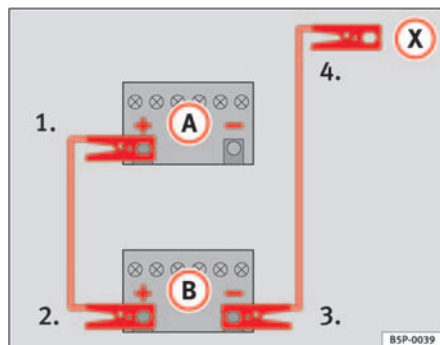

Abb. 198 Schema für das Anklemmen der Starthilfekabel
In der ⇒ Abb. 198 ist (A) die entladene Batterie und (B) die stromgebende Batterie.
- 1. Klemmen Sie ein Ende des roten Starthilfekabels an den Pluspol ⇒ Abb. 198 (+) des Fahrzeugs mit der entladene Batterie ⇒ !.
- 4. Klemmen Sie das andere Ende des schwarzen Starthilfekabels (X) beim Fahrzeug mit der entladene Batterie an ein massives, fest mit dem Motorblock verschraubtes Metallteil oder an den Motorblock selbst an, jedoch nicht in der Nähe der Batterie ⇒ !.